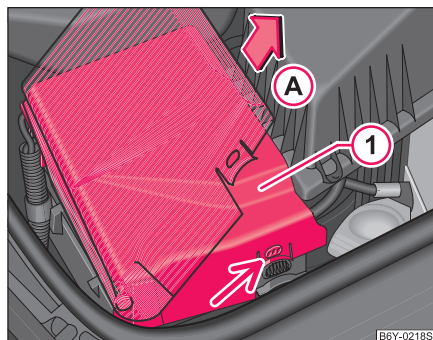

Fig. 131 Compartimentul motor: Bateria autovehiculului
- Trageți butoanele de fixare de pe lateralele capacului ①, rabatați capacul bateriei cam la 45° față de baterie și scoateți capacul bateriei în direcția săgeții ② ⇒ Fig. 131.